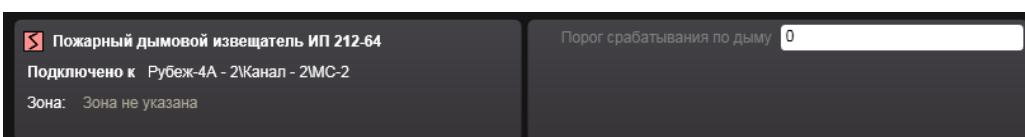

Рисунок 14.3.52 – Свойства адресного устройства ИП-64
- 13) При выделенной в рабочей области строке адресного устройства ИП-64 поле свойств устройства отображает (Рисунок 14.3.52):